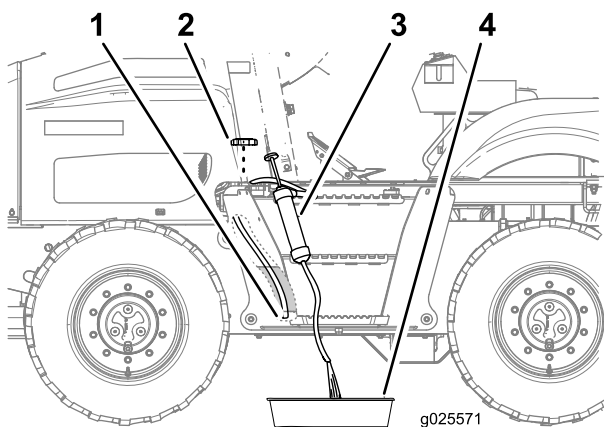

Figura 72
1. Retire el tapón de combustible del depósito de combustible (Figura 72).
2. Pase la manguera de admisión del equipo de sifonaje por el cuello de llenado del depósito de combustible hasta llegar al fondo del depósito (Figura 72).
3. Introduzca la manguera de descarga del equipo de sifonaje en un recipiente de vaciado (Figura 72).
6. Coloque el tapón de combustible en el cuello de llenado del depósito de combustible (Figura 72).